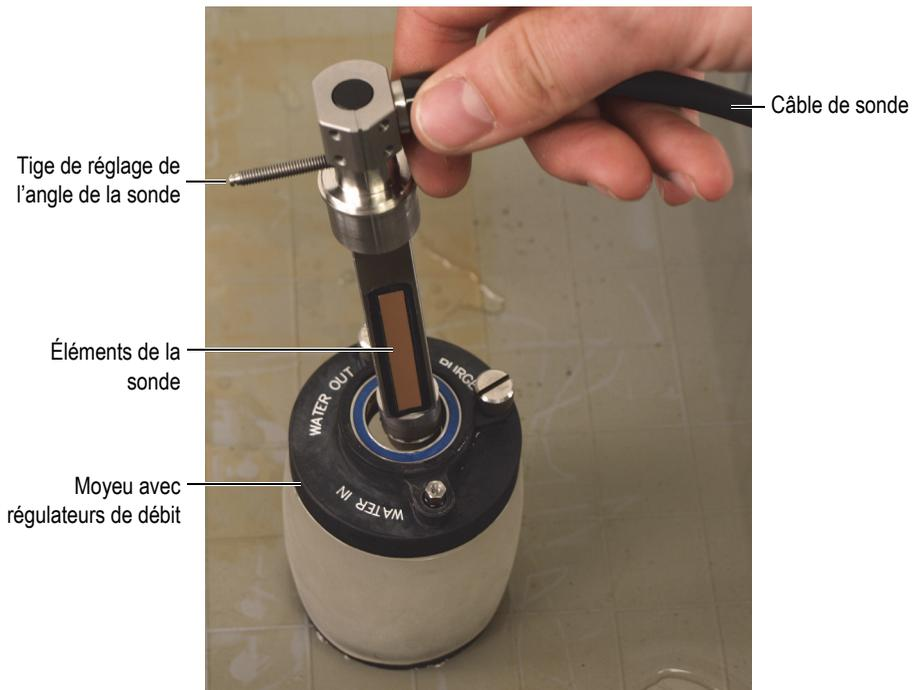

Figure 6-9 Insertion de la sonde-essieu à l'intérieur de la roue acoustique
1. Insérez la sonde-essieu dans la roue acoustique par le trou du moyeu équipé des régulateurs de débit (Figure 6-9 à la page 89)